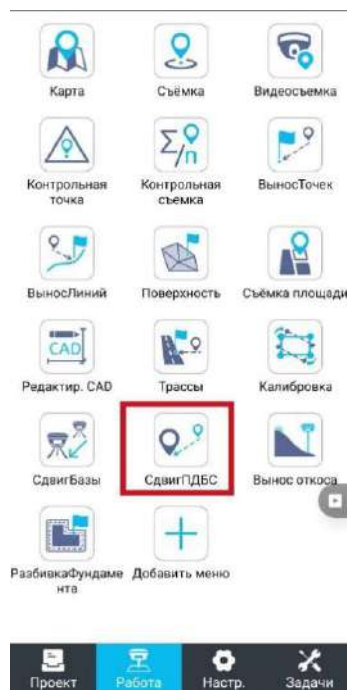

Рисунок 4.1.11
1. Для выполнения смещения съёмки перейдите в меню **Работа** и выберите пункт **Сдвиг ПДБС** (Рисунок 4.1.11).